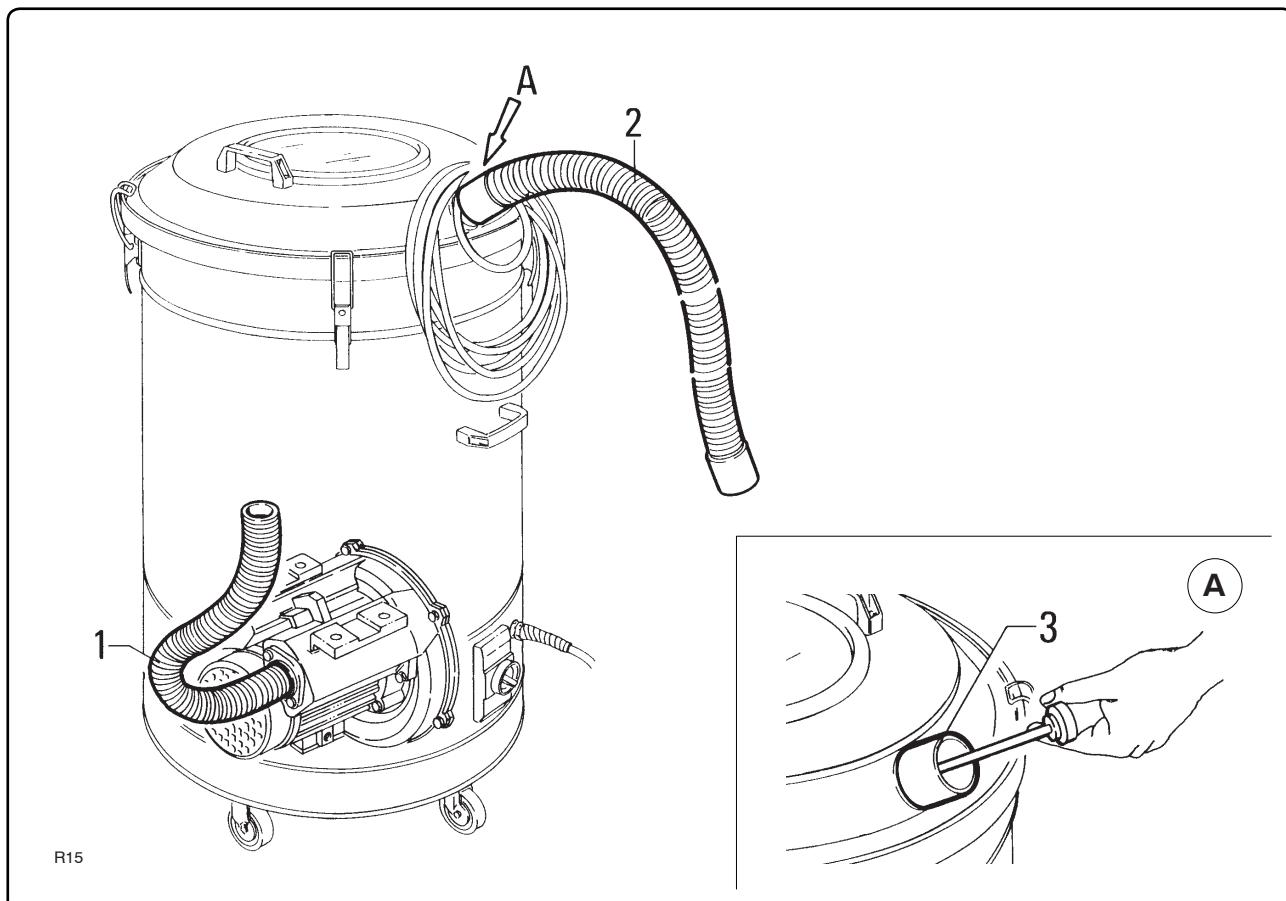

Fig.7.5.3
7.5.3 - Controllo integrità delle tubazioni (fig. 7.5.3)
7.5.3 - Checking the condition of the pipes (fig. 7.5.3)
7.5.3 - Contrôle des tuyauteries (fig. 7.5.3)
7.5.3 - Control de l'integridad de los tubos (fig. 7.5.3)
Per la pulizia raschiare dall'esterno del bocchettone e rimuovere il materiale depositato come indicato in fig. 7.5.3.
Scrape outside the outlet and remove the deposited waste as indicated in fig. 7.5.3.
Pour le nettoyage raceler de l'extérieur de l'embout et enlever la matière qui s'est déposée comme indiqué dans la fig. 7.5.3.
Para la limpieza raspar desde el exterior de la boca y quitar el material depositado como se indica en la fig. 7.5.3.